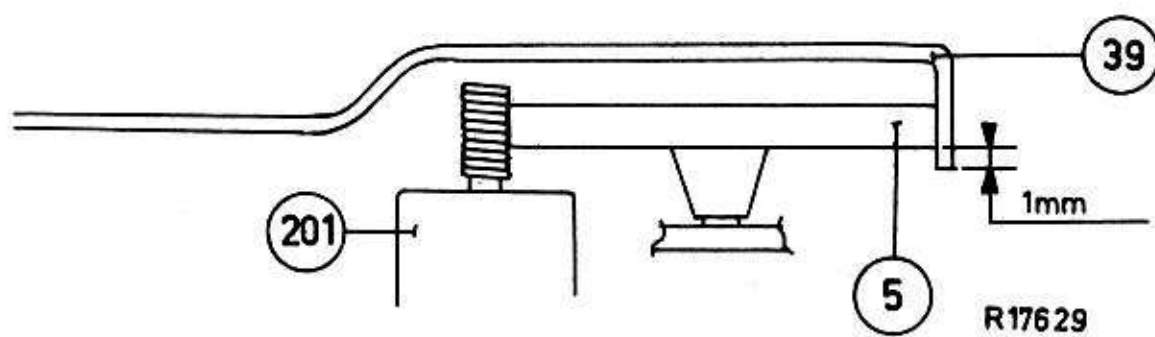

Fig. 23
2. Le côté inférieur de la surface de roulement des roues intermédiaires doit marcher un mm au minimum au-dessus du côté inférieur du plateau (voir la fig. 23 et 24). A ajuster éventuellement en recourbant légèrement les équerres 209.